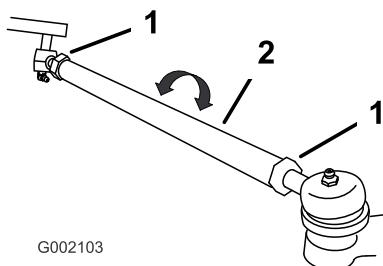

図 55
7. 前後の測定値の差が所定範囲06 mmにならない場合は、タイロッド両端のジャムナットをゆるめて調整を行う図 55。